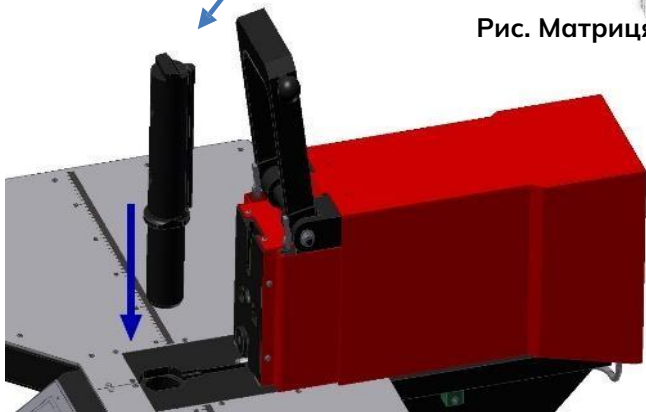
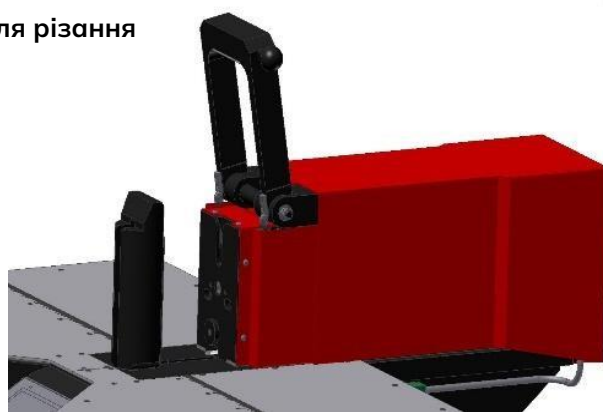

Рис. 35
Рис. 36
- Вставте матрицю для різання у отвір корпусу (рис. 35) (рис. 36).